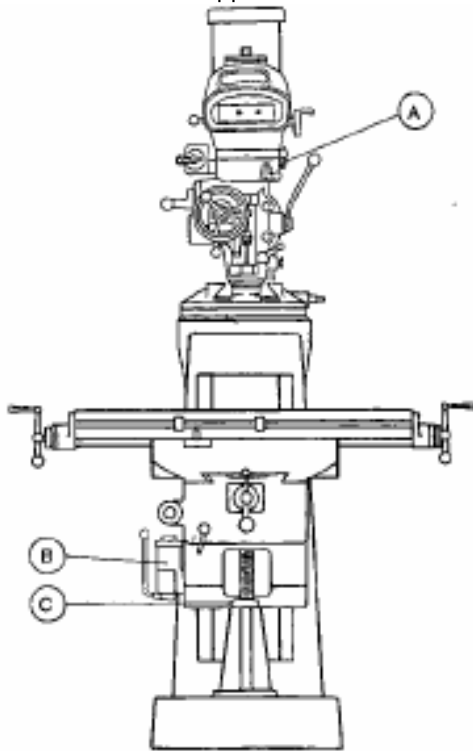

Рис.9
- **ходовой винт для перемещения стола по вертикали (С, Рис. 9).**
Наполнить масленку (А, Рис.9) маслом.
При необходимости доливать масло в резервуар для масла (В, Рис. 9).